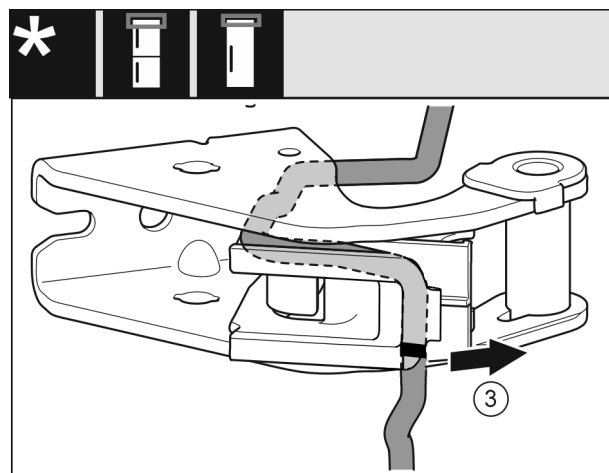

Fig. 18
- ▶ Odmontujte kabel s držákem kabelu ze stojanu ložiska. Fig. 18 (3)